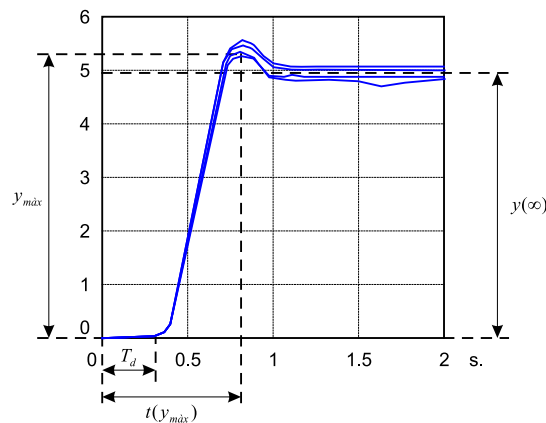

Figura 4-2
1. Sabent que el sistema ha respost a diverses entrades graó de 5 V de la forma donada a la Figura 4-2.